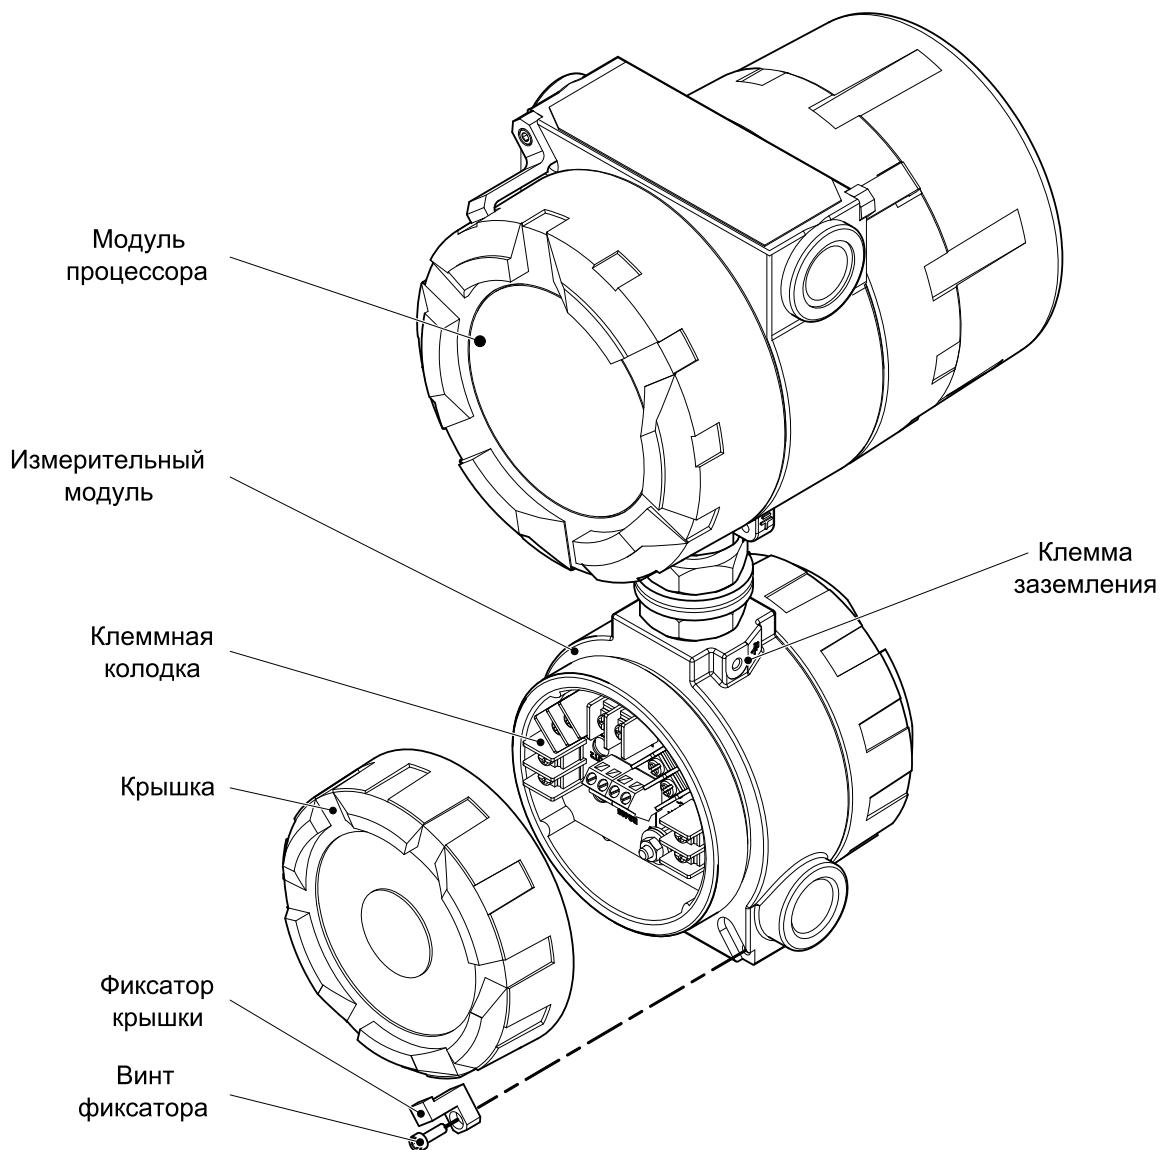
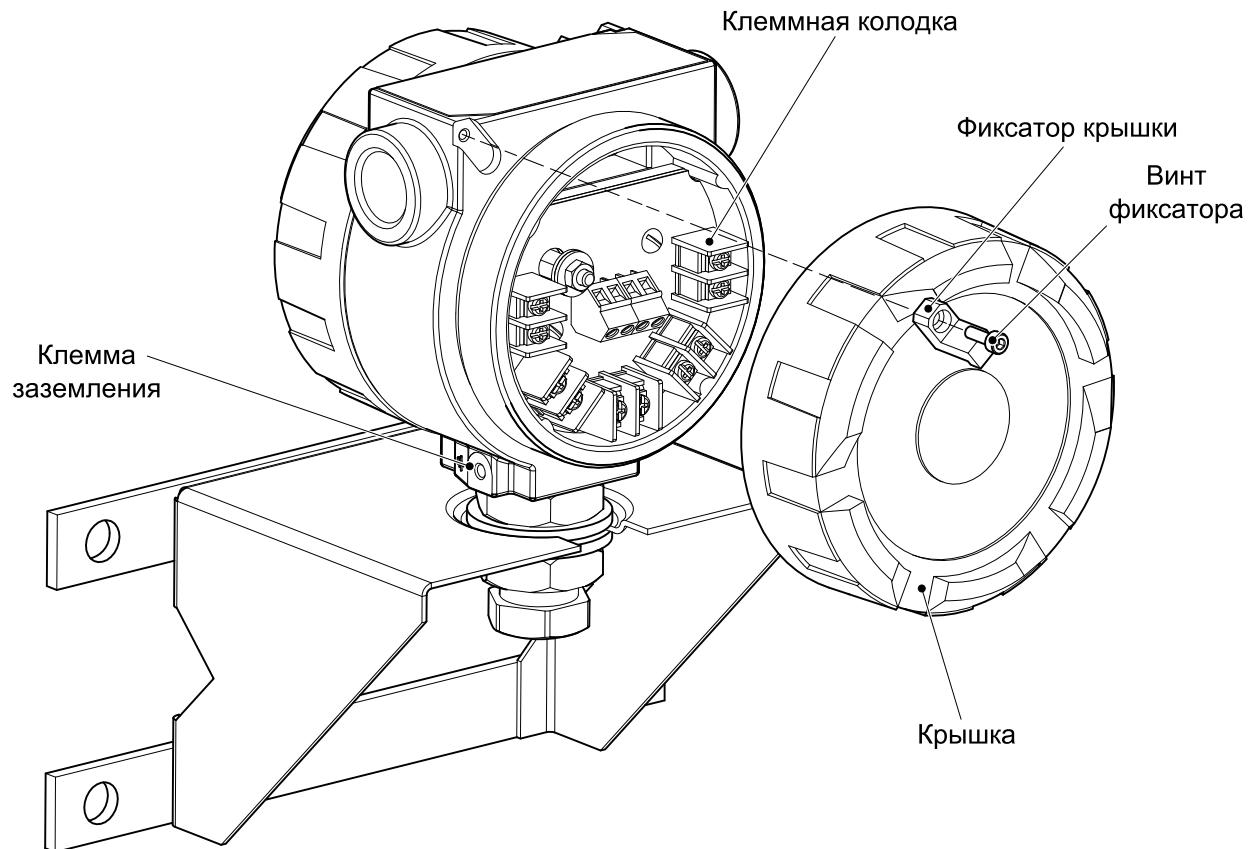

Рисунок 2.8 – Корпус измерительного модуля (исполнение по компоновке S)
Рисунок 2.9 – Корпус измерительного модуля (исполнение по компоновке RS)
1) Открутите винт фиксатора крышки и снимите фиксатор (рисунок 2.8 для исполнения S; рисунок 2.5 для исполнений I, R; рисунок 2.9 для исполнения RS);
- 8) Если кабель помещен в металлический кабелепровод, присоедините провод заземления кабелепровода к клемме заземления на корпусе ИМ (рисунок 2.8 для исполнения S, рисунок 2.9 для исполнения RS).
14) Если кабель помещен в металлический кабелепровод, присоедините провод заземления кабелепровода к клемме заземления на корпусе ИМ (для исполнения RS – рисунок 2.9, для исполнения R – рисунок 2.5).
15) Поставьте на место крышку измерительного модуля и заверните до сжатия уплотнительного кольца (рисунок 2.8 для исполнения S; рисунок 2.5 для исполнений I, R; рисунок 2.9 для исполнения RS);
- 8) Если кабель помещен в металлический кабелепровод, присоедините провод заземления кабелепровода к клемме заземления на корпусе клеммной коробки (рисунок 2.8).